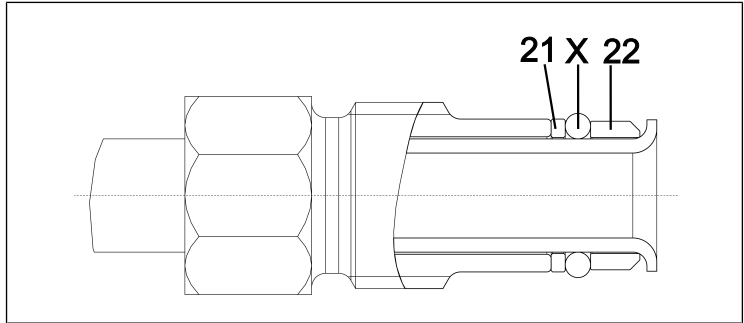

Fig. 18: Posición correcta de la junta tórica
i Durante la sustitución de las juntas tóricas asegurar la correcta posición de las nuevas juntas tóricas (entre el manguito (22) y el disco de deslizamiento. (21), ver Fig. 18).